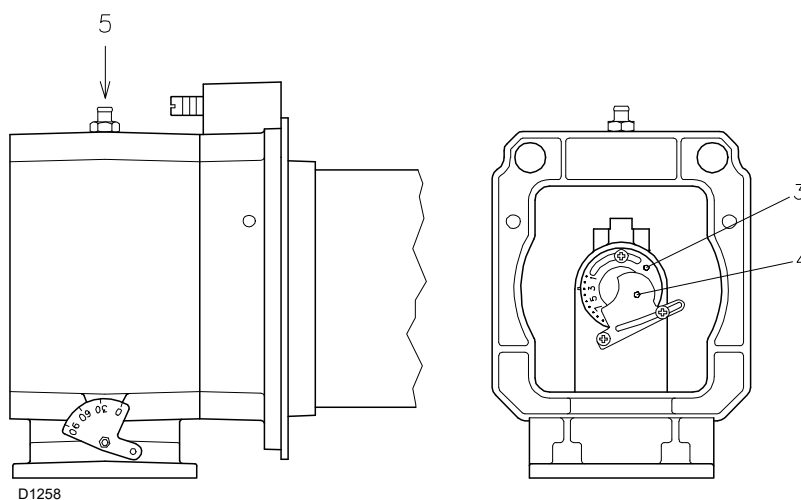

Рис. 3
Используйте винт 1) (Рис. 3); тот же, что используется и в случае работы на метане.
Давление, измеренное на штуцере (5)(Рис. 3), при 0 мбар в камере сгорания и работе горелки на 2 ступени.